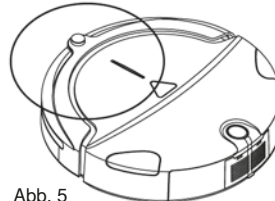

Abb. 5
6. Nachdem die Batterie aufgebraucht ist, blinkt die Anzeige stufenweise; Wenn die Anzeige normal ist, bedeutet dies, dass die Batterie vollständig aufgeladen ist. (Siehe Abbildung 5)